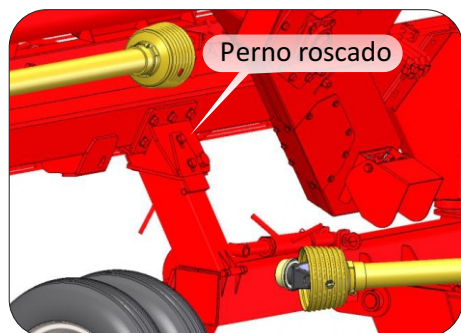

Imagen 007
3. Una vez que la estructura del portarolo se fija con el apoyo rebatible (006); se debe vincular ambos conjuntos con el perno roscado que se retiró en el primer paso. En la imagen 007; se muestra como se debe colocar.